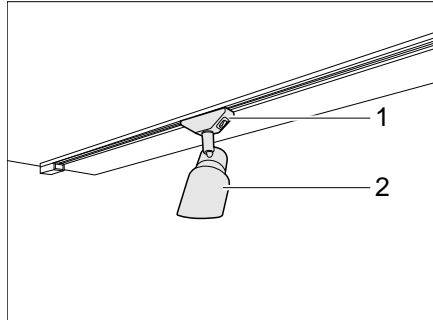

Bild 85 Halogenspotleuchte
- Halterung (Bild 85,1) fassen und um 45° drehen.
- Halogenspotleuchte (Bild 85,2) aus Schienensystem entnehmen.
- Halogenspotleuchte (Bild 85,2) an gewünschter Position in das Schienensystem einsetzen und um 45° drehen.
- An Halterung (Bild 85,1) um 45° drehen.